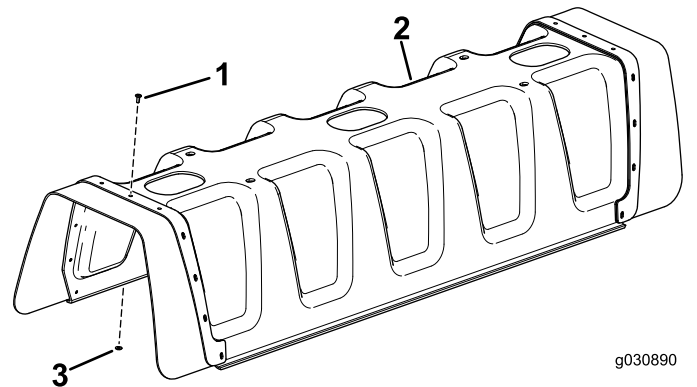

Figure 4
3. Montez 11 rivets aveugles (3/16" x 1/2") et rondelles (3/16") sur le couvercle de la rampe centrale (Figure 4).